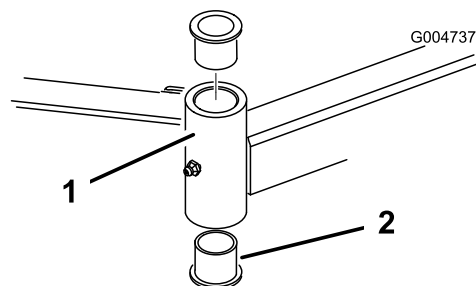

図 28
4. ピンポンチを使って、チューブの上または下からブッシュをたたき出す図 28。もう1個のブッシュについても同様にして取り出す。チューブの内部をきれいに清掃する。